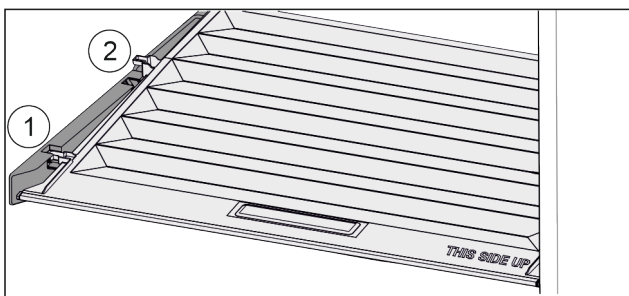

Fig. 135
- ▶ Издърпайте напред Fig. 135 (1) капака до отвора в задържащите части.
- ▶ Повдигнете го отзад отдолу и отстранете Fig. 135 (2) нагоре.